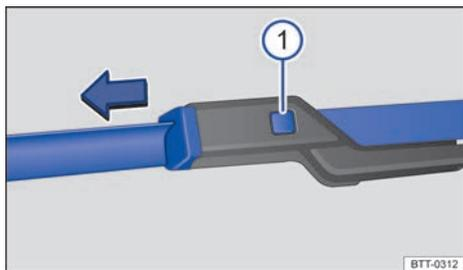

Fig. 275 En el parabrisas: cambiar las escobillas limpiacristales del parabrisas (berlina y Variant).
- Mantenga presionada la tecla de desbloqueo → fig. 275 (1) y tire al mismo tiempo de la escobilla en el sentido que indica la flecha.